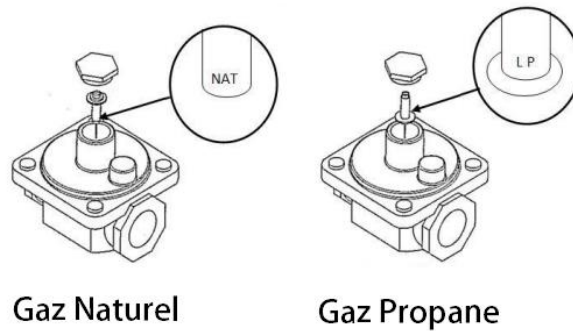

Fig. 7
9. Ajuster le régulateur de gaz au type de gaz souhaité, tourner le bouchon du régulateur vers le retirer, ajuster le bouchon interne au type de gaz souhaité ; l'indicateur de gaz requis doit faire face au corps du régulateur; Remplacer le couvercle du régulateur (Fig.7).